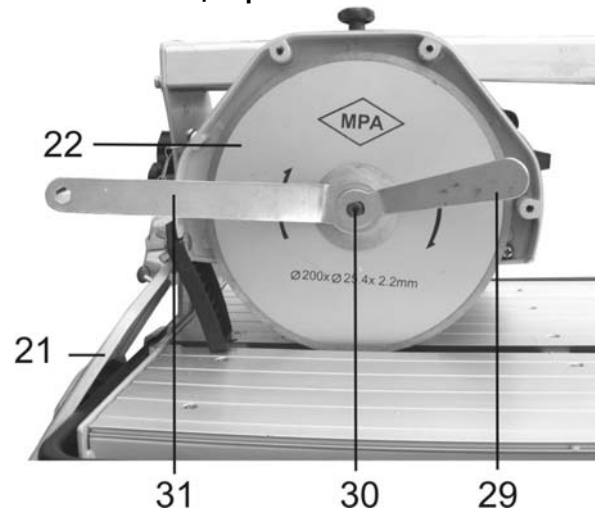

Рис. 8
12. ЗАМЕНА ОТРЕЗНОГО ДИСКА (Рис.8)